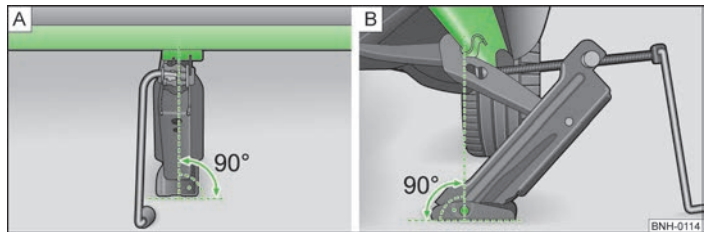

Abb. 114 Wagenheber ansetzen
- Den Wagenheber so ansetzen, dass die Klaue den Steg » Abb. 114 - unter der Einprägung in der Seitenfläche des Unterholms umfasst.
- › **Abb. 114** zur Stelle, an der die Klaue den Steg umfasst, befindet.